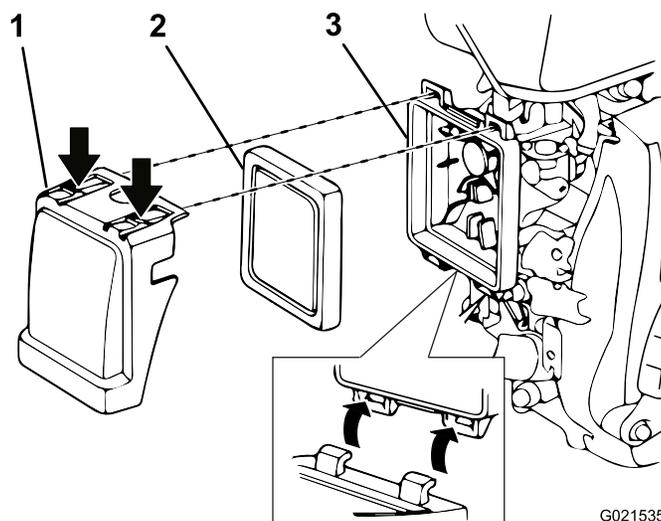

Figure 22
- Appuyez sur le bouton sur le couvercle du filtre à air (Figure 22) et ouvrez le couvercle.